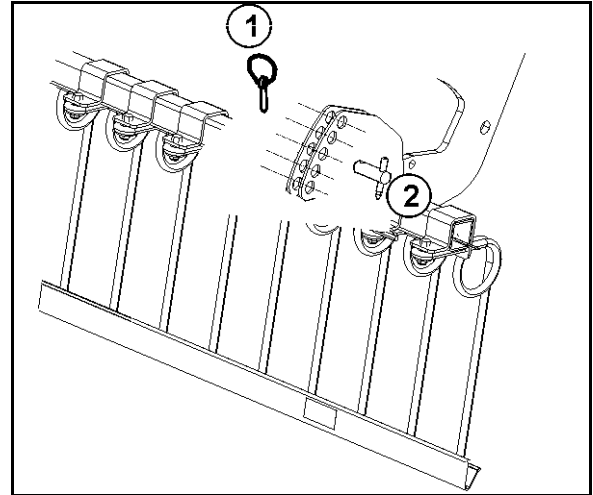

Fig. 40
2. Soltar el pasador clavija (Fig. 40/1).
3. Insertar el bulón de ajuste (Fig. 40/2) en la posición deseada.